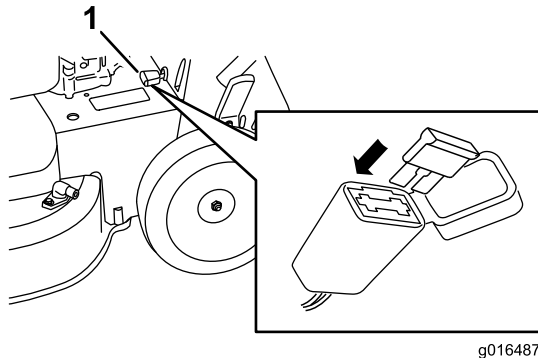

Figure 35
1. Ouvrez le porte-fusible étanche et remplacez le fusible (Figure 35).